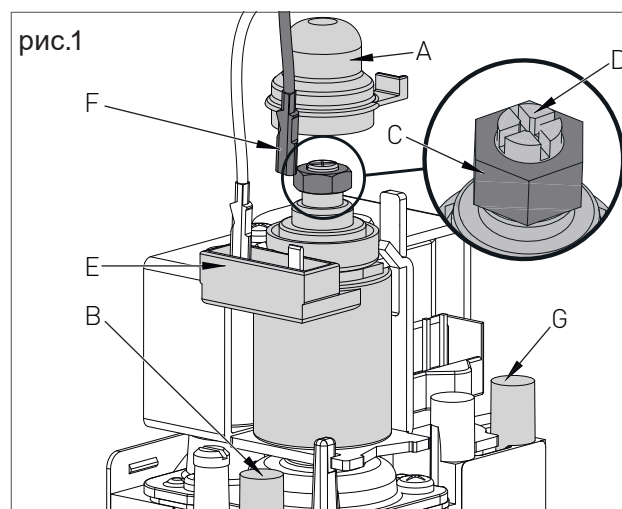

рис.1
- › в противном случае снимите крышку «А» (рис. 1) и с помощью рожкового гаечного ключа на 10 вращайте гайку «С» (рис. 1) до тех пор, пока манометр не покажет правильное давление.
- › Снимите крышку «А» (рис. 1) с модулятора и убедитесь, что гайка «С» (рис. 1) затянута полностью.
- › отсоедините один из двух разъемов питания fastom «F» (рис. 1) от модулятора «Е» (рис. 1) и проверьте, соответствует ли показание давления газа на манометре значению, приведенному в главе «ТЕХНИЧЕСКИЕ ХАРАКТЕРИСТИКИ»;
- › в противном случае, удерживая рожковым гаечным ключом на 10 гайку «С», с помощью плоской отвертки поворачивайте винт «D» (рис. 1) до тех пор, пока манометр не будет показывать правильное давление.
- › Подсоедините обратно разъем питания fastom к модулятору «Е» (рис. 1);
- › установите обратно крышку «А» (рис. 1) на модулятор в исходное положение для правильной работы.